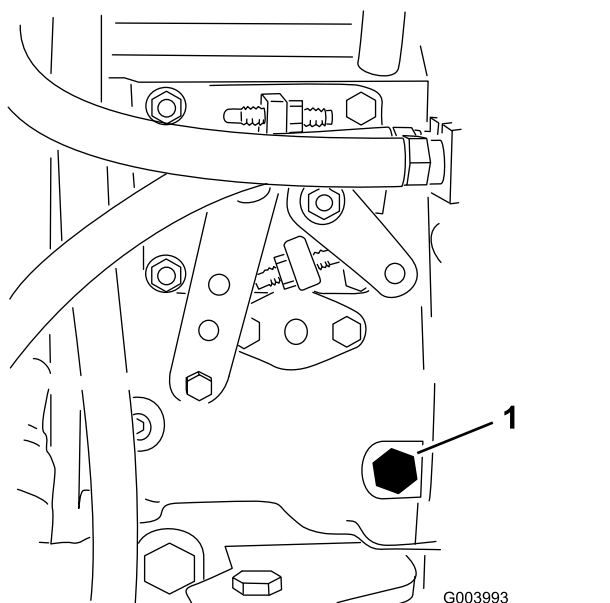

Рисунок 36
3. С помощью динамометрического ключа 12 мм выверните винт для продувки из топливного насоса (Рисунок 36) .